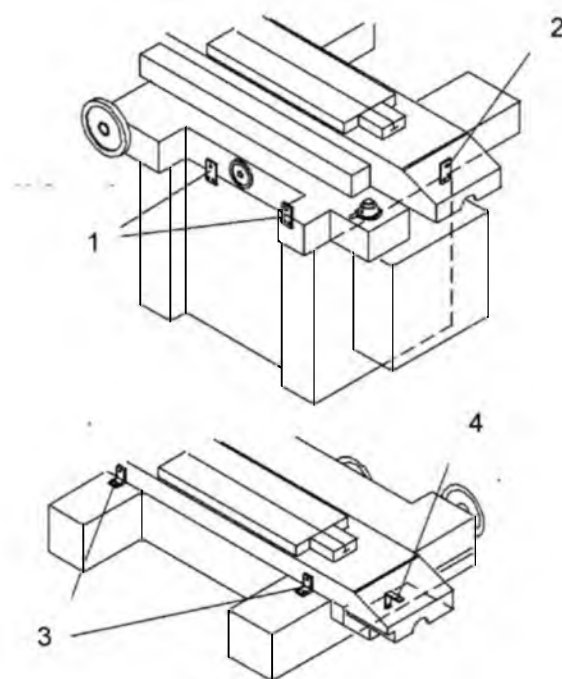

Рис.4.3
- (6) Перепроверьте еще раз все крепления и фиксаторы, смотри Рис.4.3.
- (7) Проверьте подъемный крюк.
- (8) При перемещении грузчики должны держаться отдельно от станка, недопускать появления людей под поднимаемым грузом или в опасной близости от него.
- (9) Грузчики должны иметь соответствующую квалификацию и допуск к проведению работ.
- (4) Перепроверьте еще раз все крепления и фиксаторы, смотри Рис.4.3.
(5) Оператор погрузчика должен иметь соответствующую квалификацию и допуск к работам.
Перед любым перемещением станка, необходимо зафиксировать его подвижные части, это позволит избежать смещения центра тяжести станка и перемещения рабочего стола. На Рис.4.3 показано место установки 3х фиксирующих винтов - M8x1,25P.